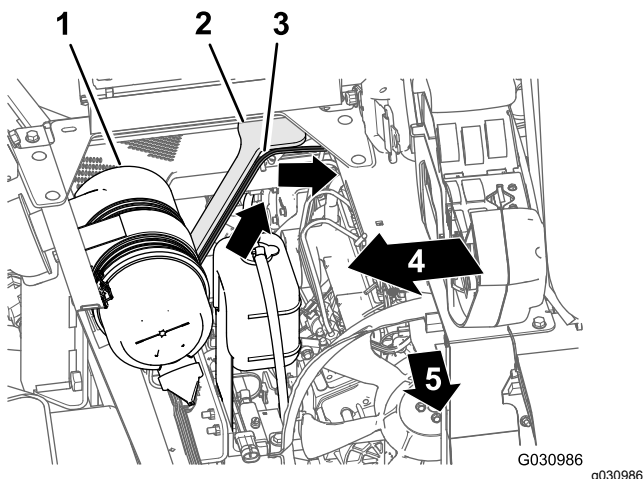

图136
- 沿着发动机挡板——连接空气滤清器与发动机的出风管的前部——的右支撑架让 165cm 线束支管向上穿入发动机舱的后部图136。